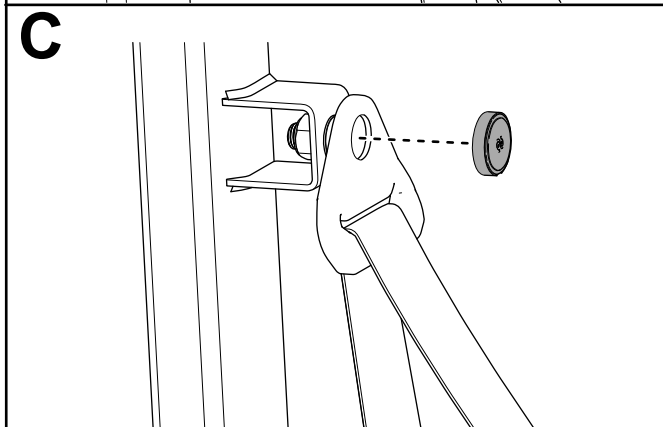

Figure 22
- A. Retirez le cache de la partie supérieure de la ceinture de sécurité (Figure 22).
- B. Insérez la ceinture de sécurité dans son support sur l'arceau de sécurité et fixez-la en place avec un contre-écrou (7/16 po), comme montré à la Figure 22.
Serrez le contre-écrou (7/16 po) à 48,8 N·m (432 po-lb), comme montré à la Figure 22.
- C. Remettez le bouchon en place (Figure 22).